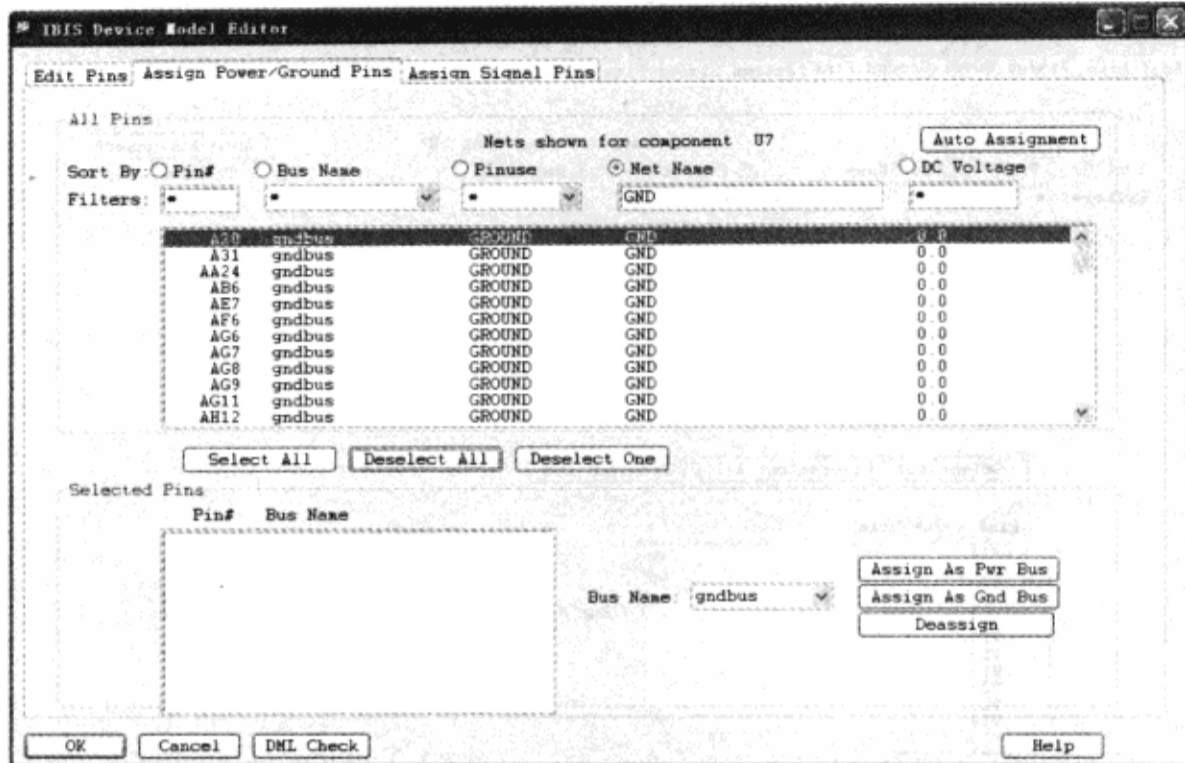

图 5-3-52 显示地总线
(4) 单击“IBIS Device Model Editor”对话框的“Deselect All”按钮→网络再次弹出在“IBIS Device Model Editor”对话框的“All Pins”区域，这些引脚现在显示总线名为“gndbus”，如图 5-3-52 所示。